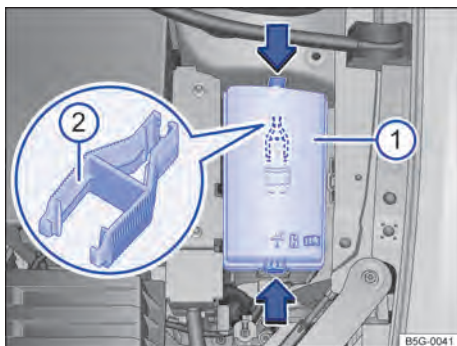

Fig. 144 No compartimento do motor: cobertura 1 da caixa de fusíveis com pinça de plástico 2.
- Pressionar as travas no sentido da seta → Fig. 144 1, para destravar a cobertura da caixa de fusíveis.
No lado interno da cobertura da caixa de fusíveis no compartimento do motor pode haver uma pinça de plástico → Fig. 144 2 para a retirada dos fusíveis.